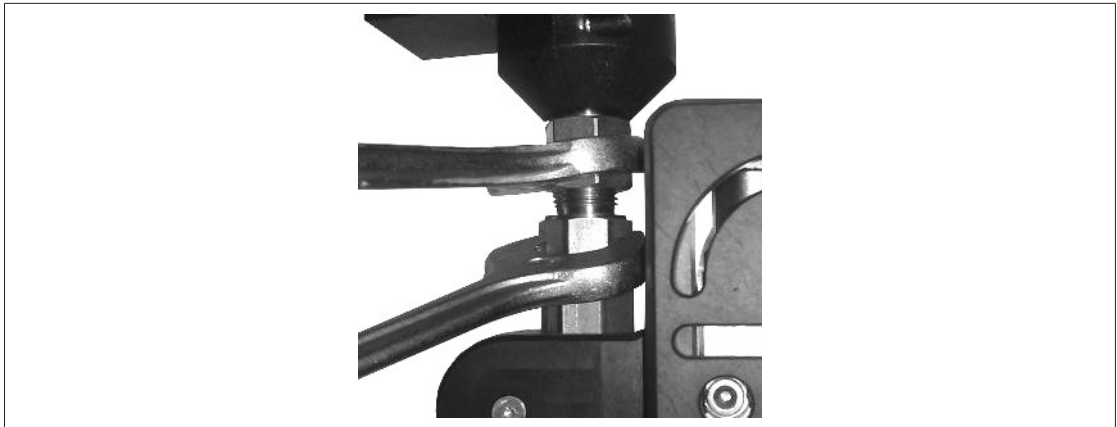

Bild 3: Schlauchanschluß montieren
2. Kontern Sie dabei den Gewindenippel mit einem zweiten Gabelschlüssel SW19 (siehe Bild 3).